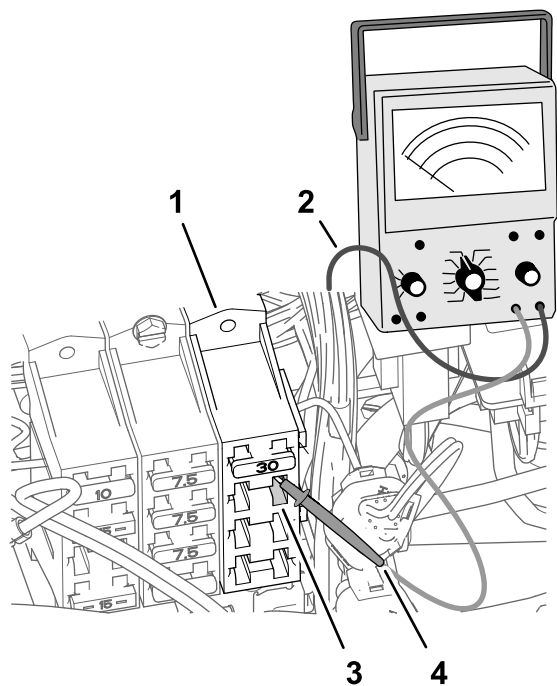

Figura 188
2. No bloco de fusíveis 3 da máquina, insira a sonda do multímetro no contacto 4 (na coluna direita) da tomada do fusível 2 como se mostra na Figura 188.